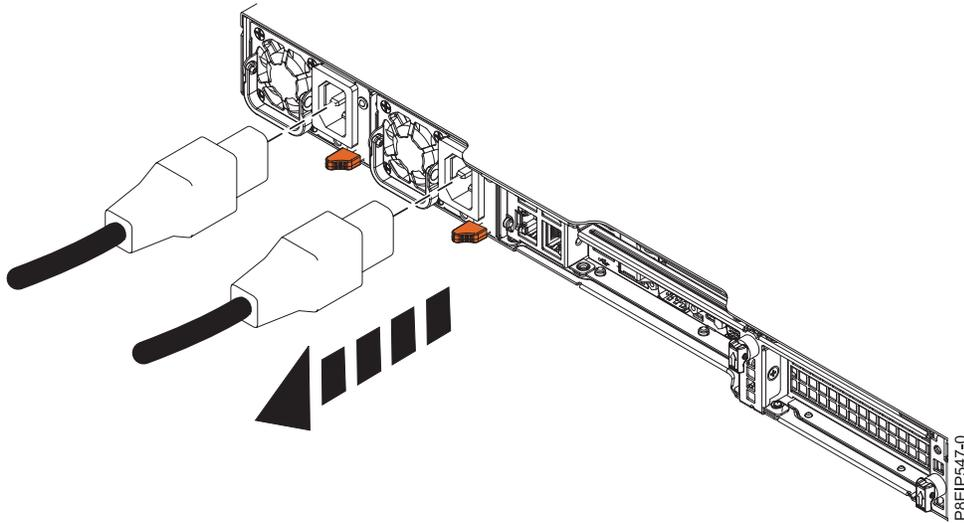

Abbildung 78. Netzkabel vom System abziehen
2. Kennzeichnen Sie die Netzkabel und ziehen Sie sie von der Systemeinheit ab (siehe Abb. 78 auf Seite 117).